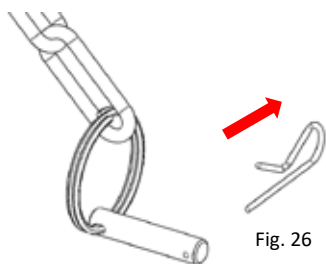
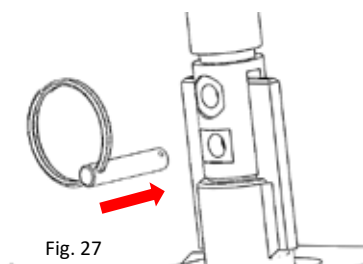
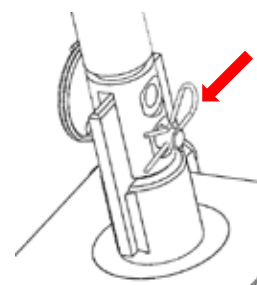

Fig. 26
Fig. 27
Fig. 28
- 5 – Goujiller les deux tiges ensemble à l'aide de l'axe fixé sur la chaîne (Voir Fig. 27), après avoir préalablement retiré la goupille épingle (Voir Fig. 26). Une fois l'axe inséré, insérer la goupille épingle sur celui-ci. (Voir Fig. 28)